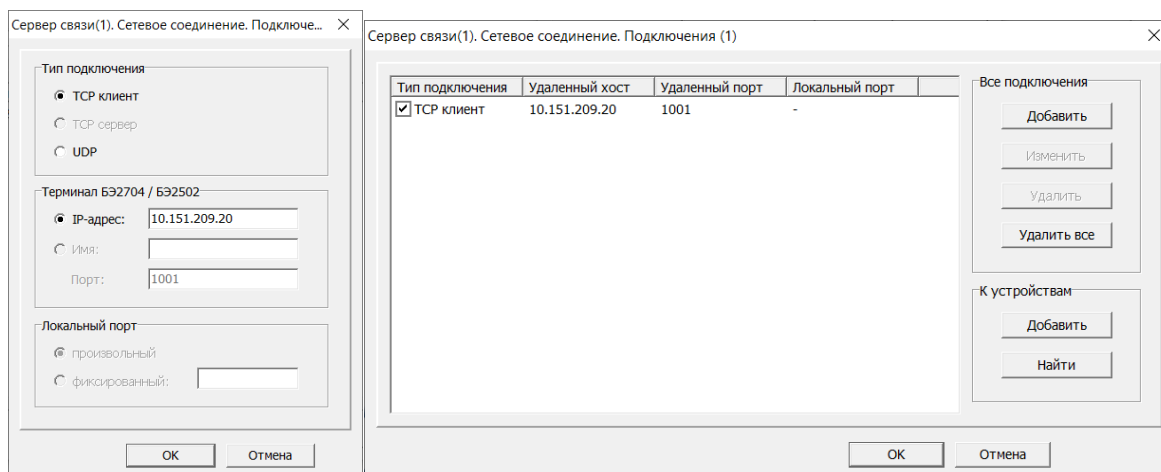

Рис. 65. Сервер связи. Сетевое соединение
12) К устройствам / добавить. В окне: «Сервер связи. Сетевое соединение» выбрать TCP клиент, IP адрес: 10.151.209.20 (рис. 65).